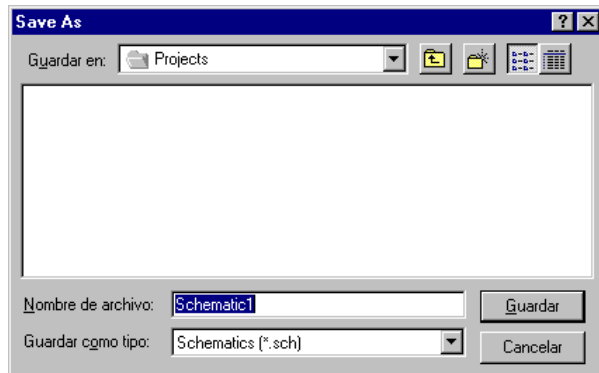

Figura 2
- En la ventana que nos aparecerá con la opción Save as (figura 2) deberemos seleccionar la carpeta donde queremos guardar el fichero (disquete, disco duro ; dentro de esto especificaremos su ubicación)